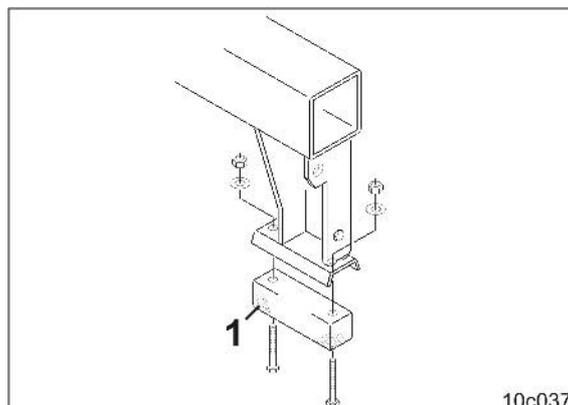

Fig. 95
- dos soportes de plástico (Fig. 95/1)